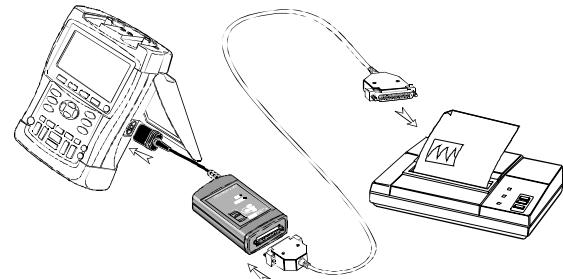

Figure 35. Connecter à une imprimante parallèle
- Le câble d'interface pour imprimante (PAC91, optionnel) pour connecter une imprimante parallèle au OPTICAL PORT (port optique) du testeur. (Voir figure 35.)